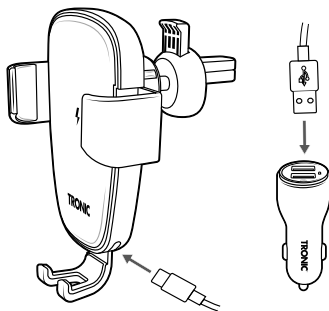

Fig. 1
- ◆ Utilize o cabo de carregamento 11 para ligar o suporte automóvel ao adaptador automóvel/USB 10, ver fig. 1.